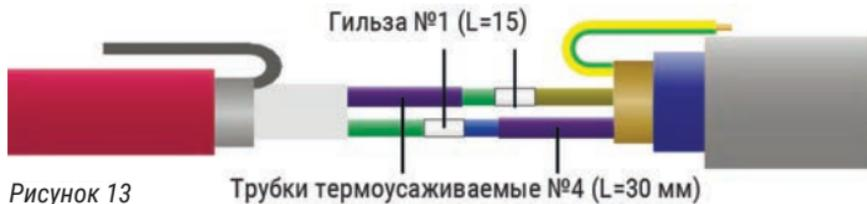

Рисунок 13
7.4. Гильзу (**№1**) (L=15 мм) вставить в изолированные токопроводящие жилы и обжать по всей длине наконечника с помощью ручного кремпера (рисунок 13). При этом, в зависимости от сечения соединяемых жил, нужно использовать размер соединительных гильз 1,5мм² или 2,5мм².